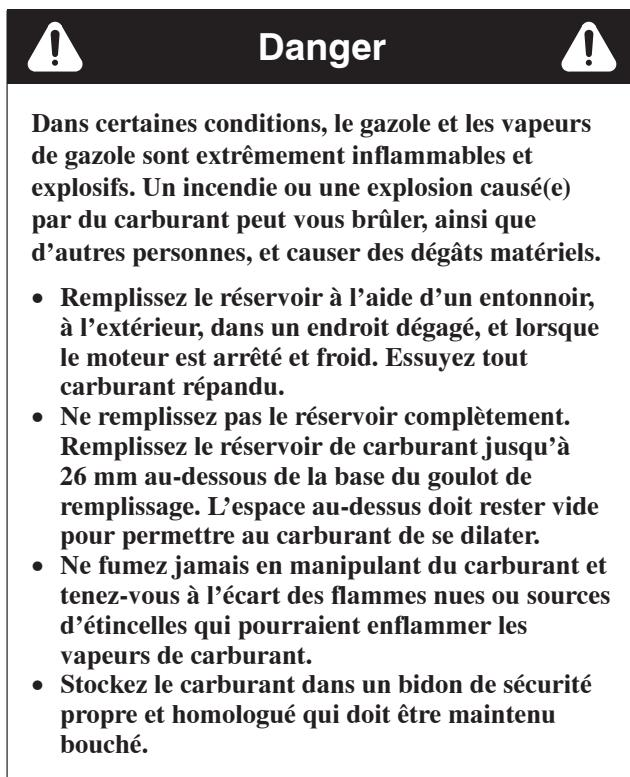

Figure 15
5. Vérifiez le niveau du liquide de refroidissement dans le vase d'expansion. Il doit se situer entre les repères qui figurent sur le côté du réservoir (Fig. 15).